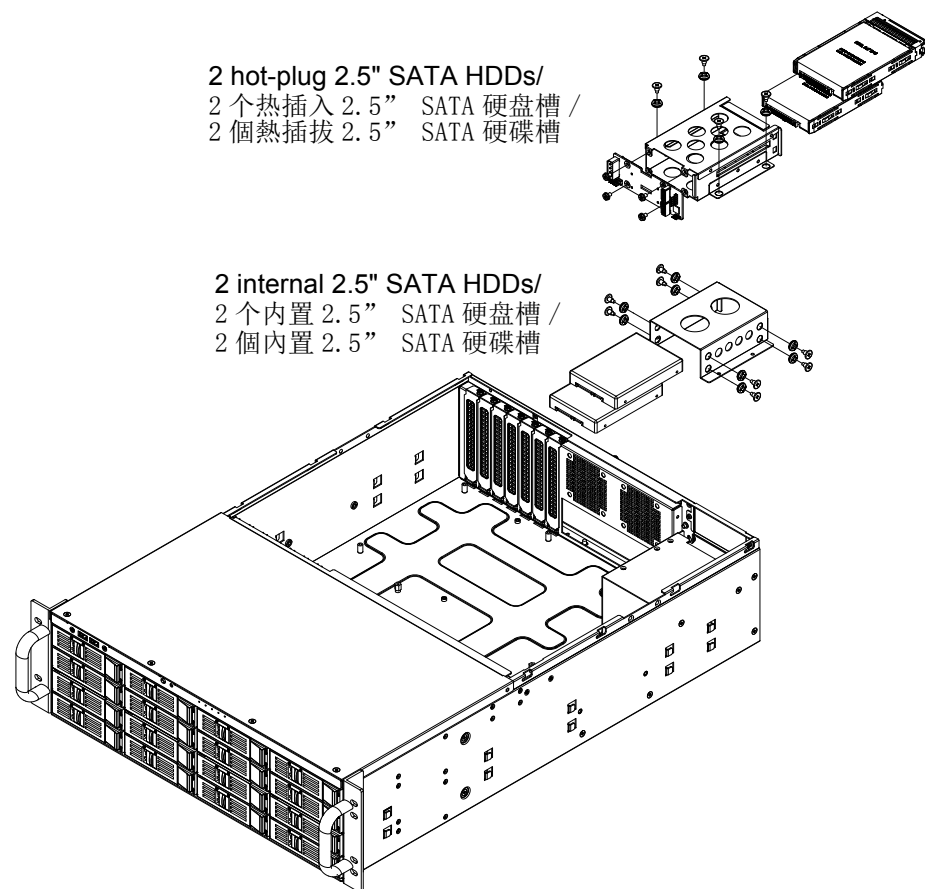

Figure 2.7 Installing the rear 2.5" HDD / 安装后置 2.5" HDD / 安装後置 2.5" HDD
1. To install the 2.5" internal SATA HDD, simply release the screws on top of the disk drive bracket. See Figure 2.7
1. 安装 2.5" 内置 HDD 时，只需卸下硬盘驱动支架上的螺丝（如图 2.7 所示）。